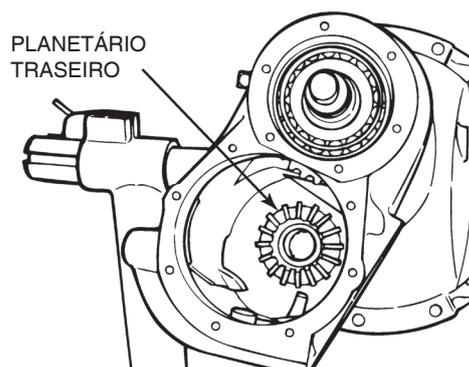

Figura 3.25
10. Remova o planetário posterior e seu cone de rolamento do diferencial. Remova o anel de travamento. Figura 3.25.